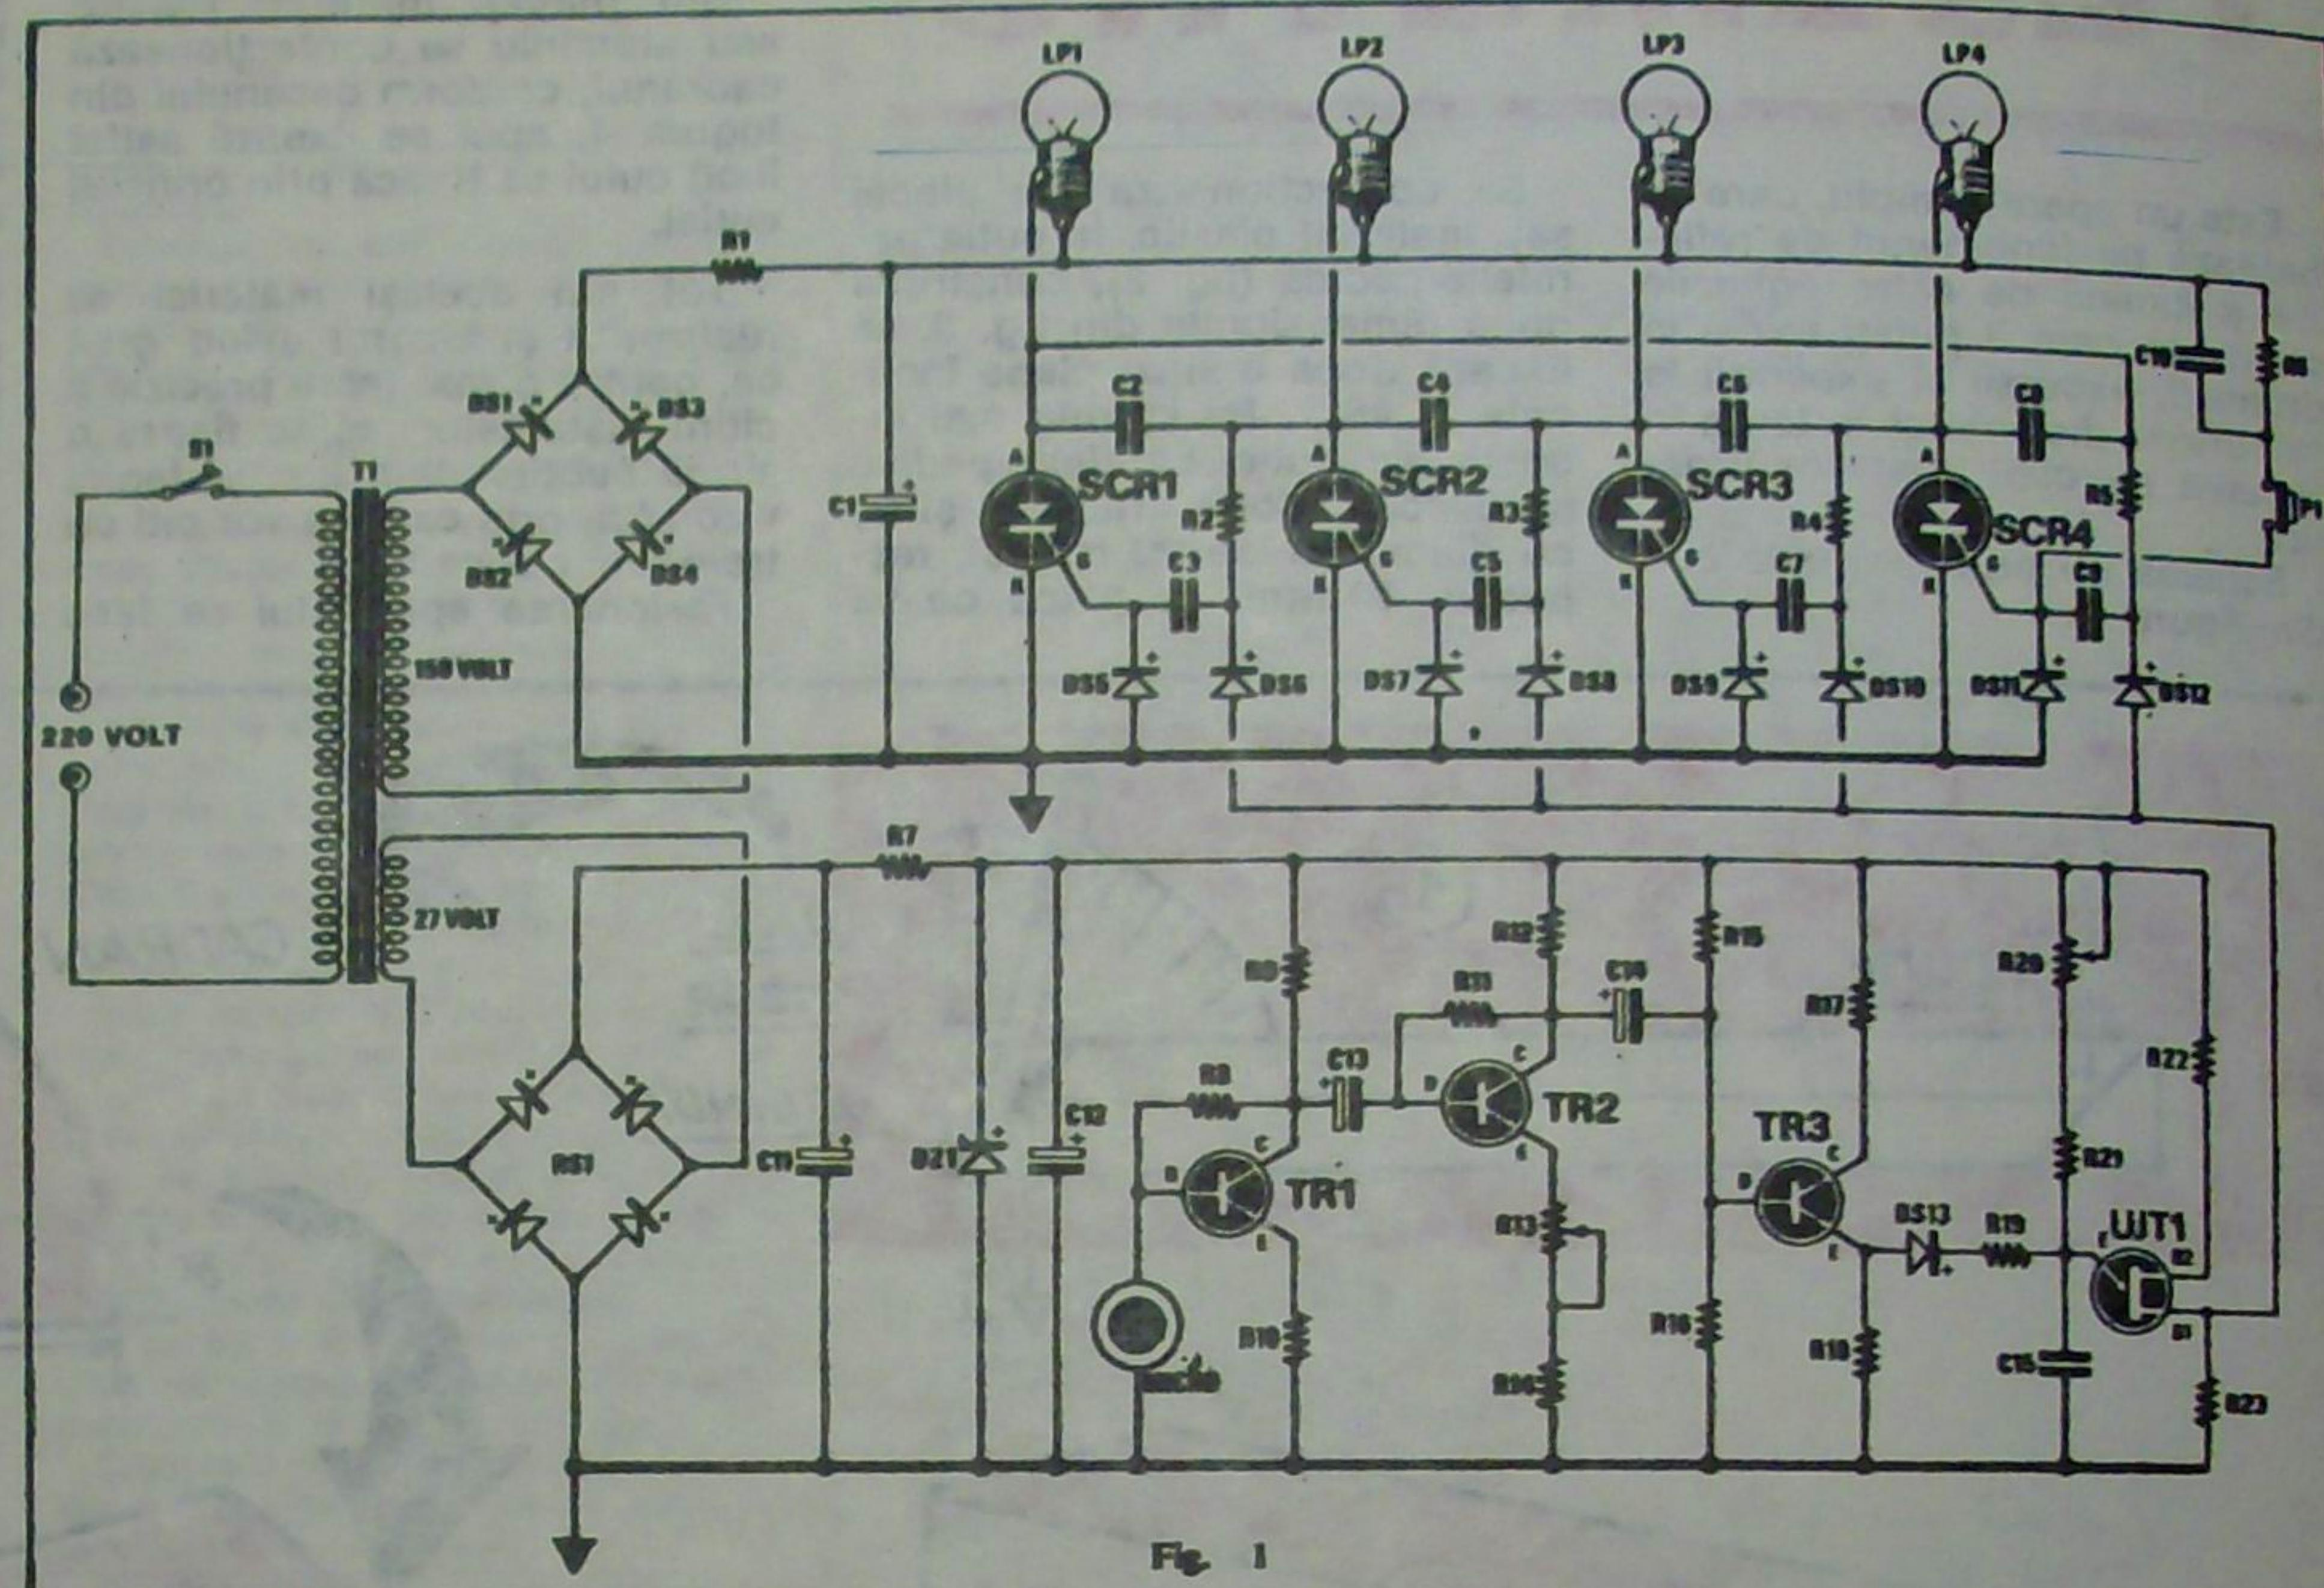
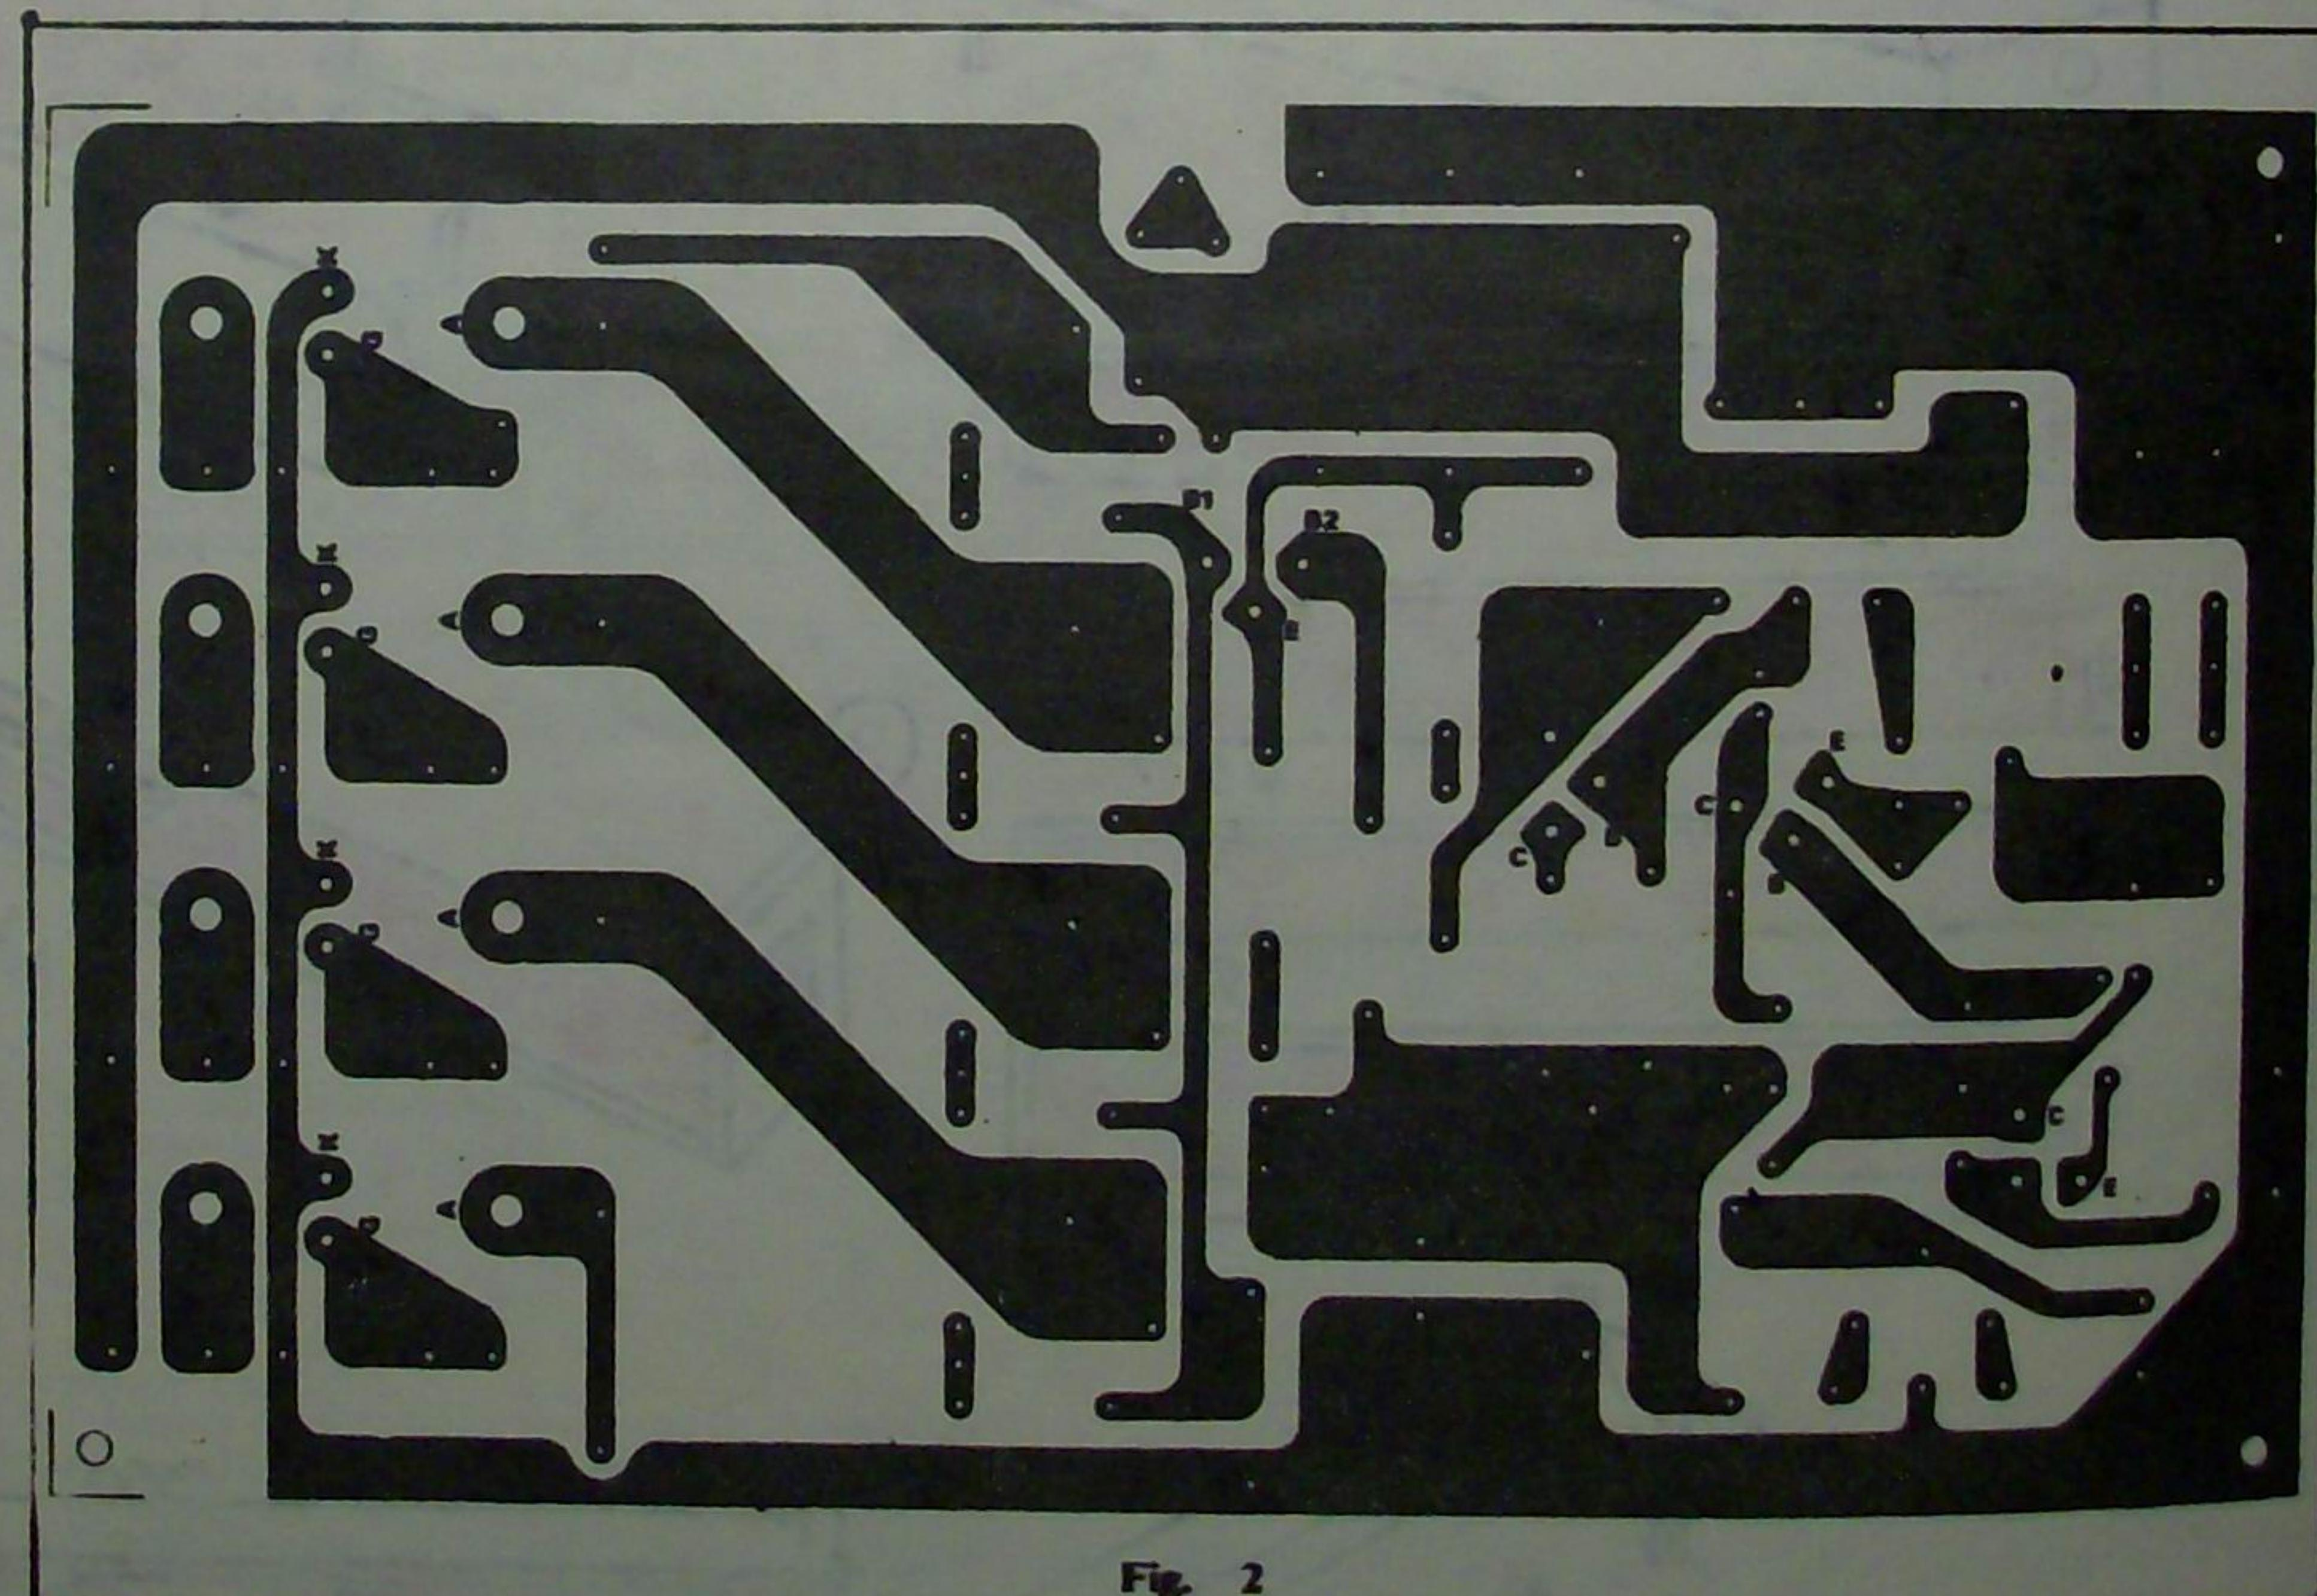
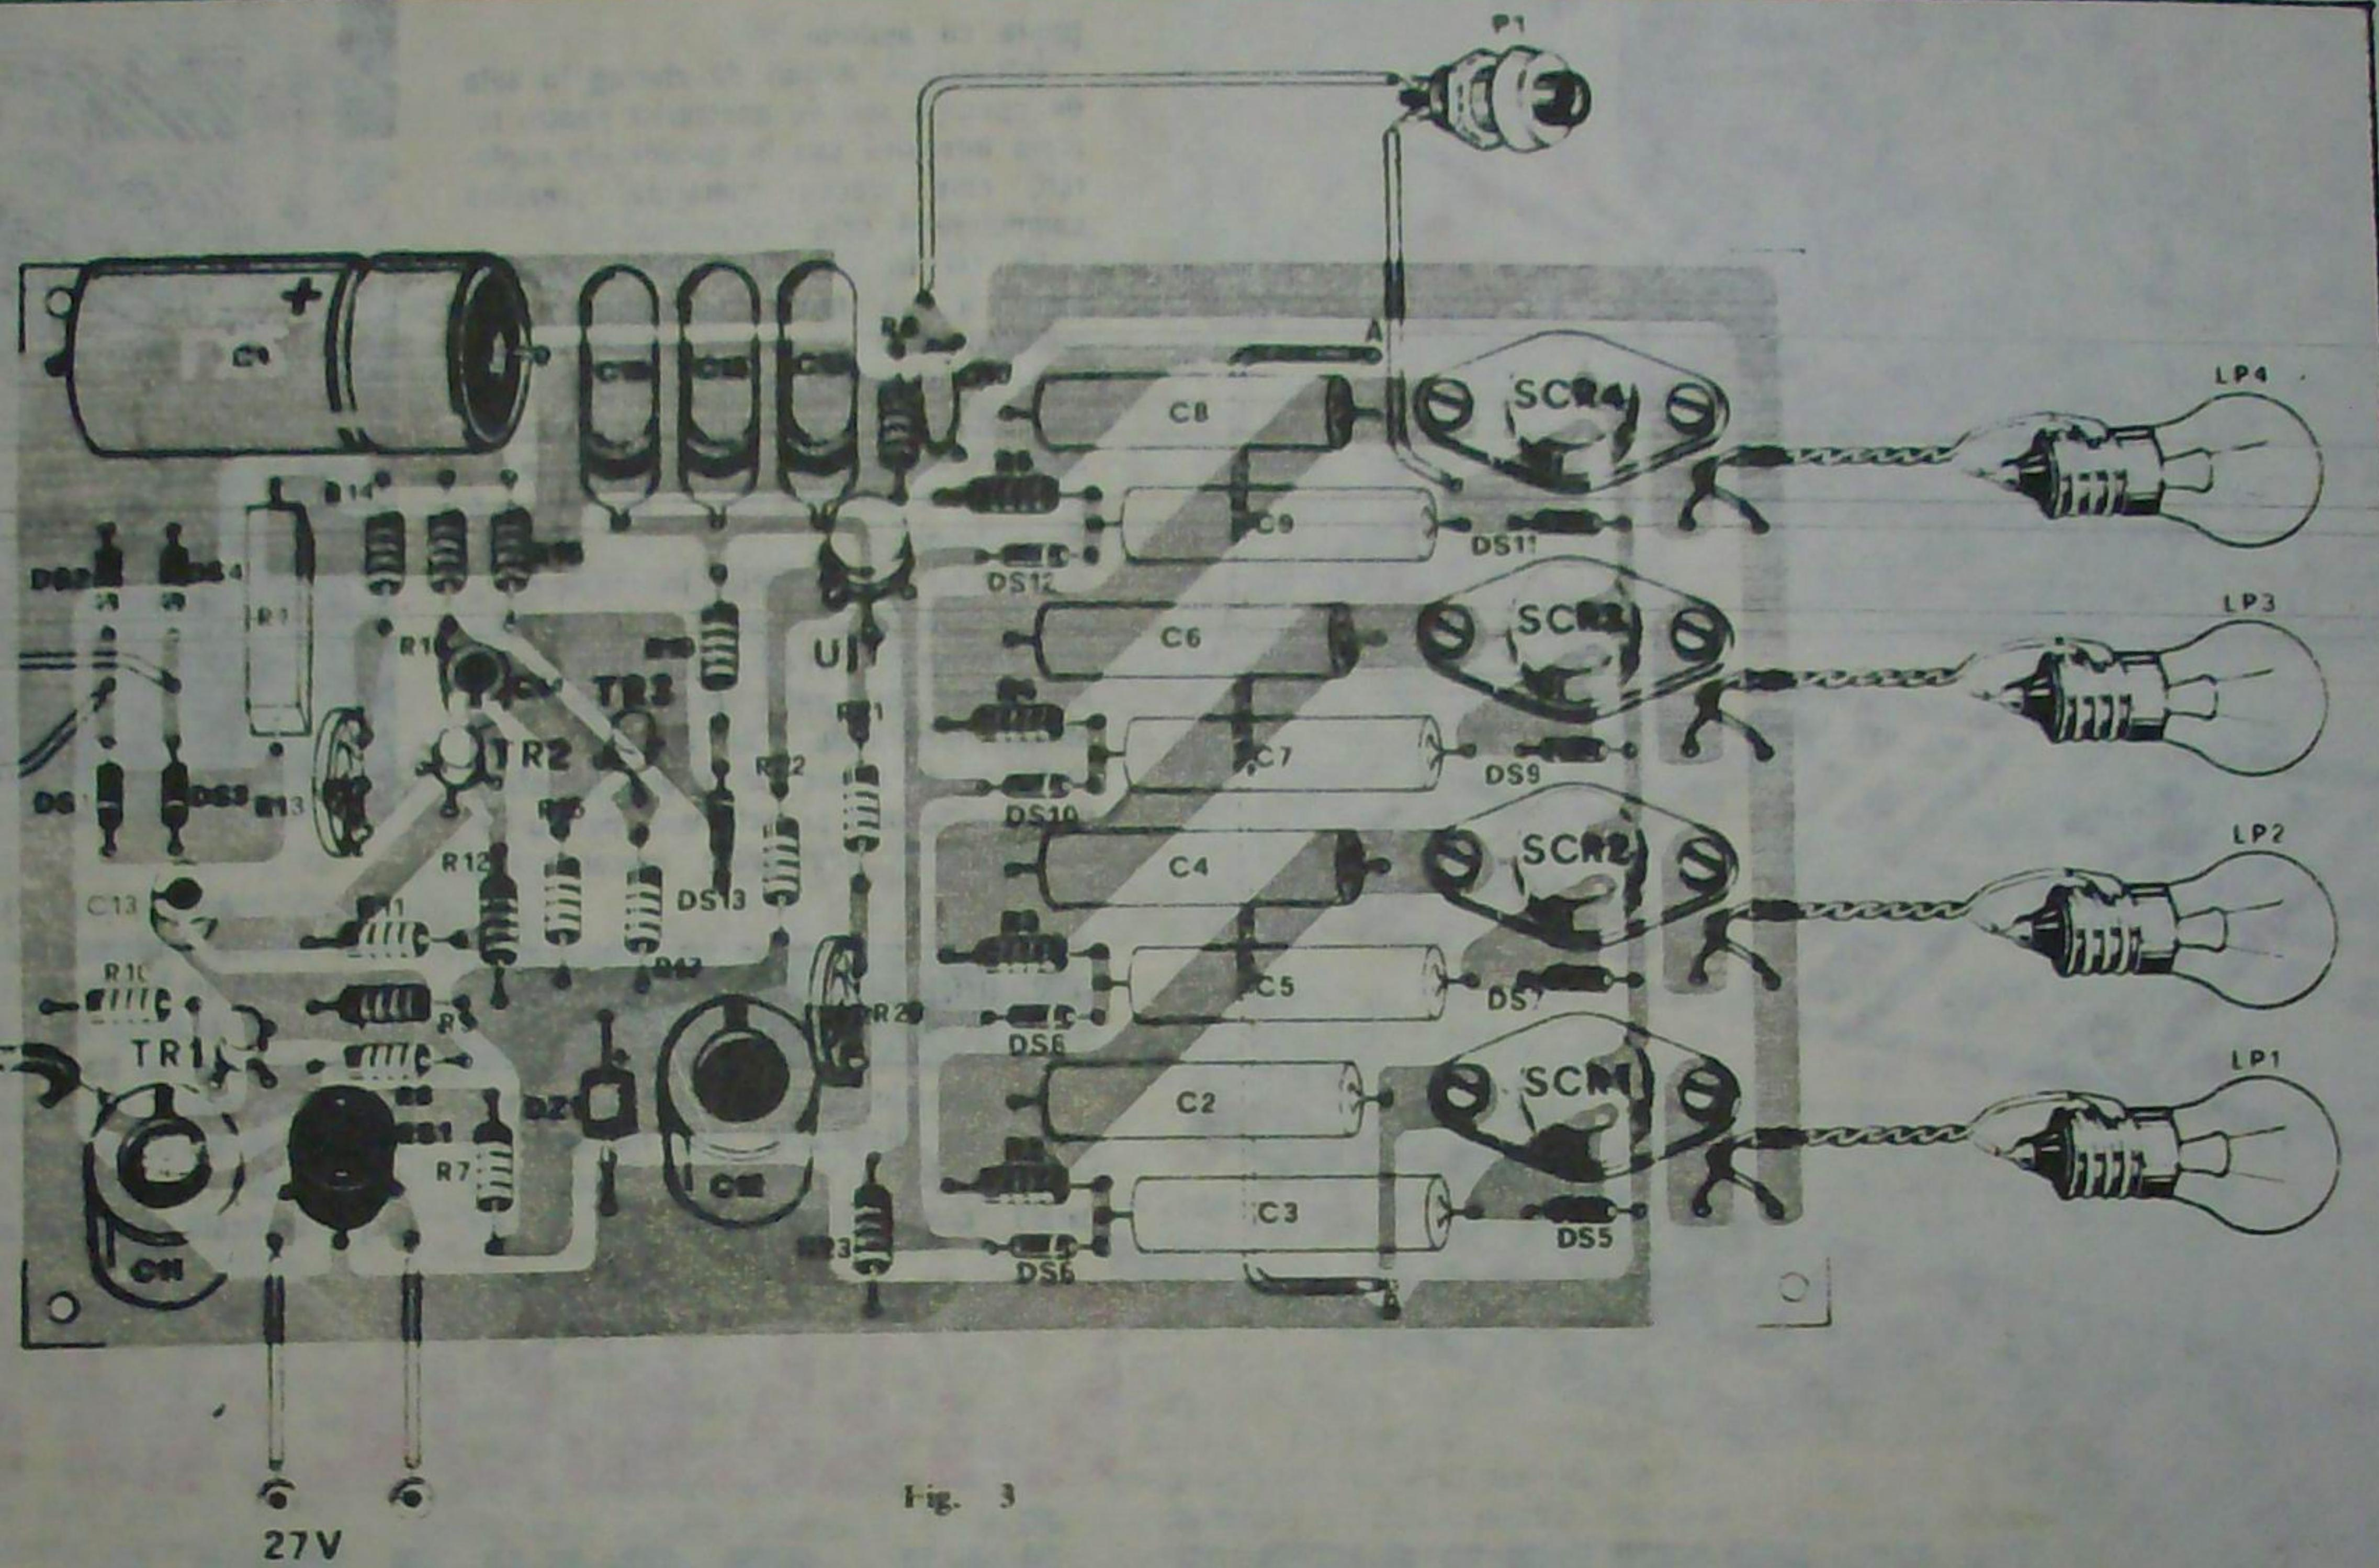

Fig. 1
Fig. 2
Fig. 3
tăiem dintr-o bucată de lemn paralelipipedică (fig. 2) două prisme triunghiulare, pe care le fixăm, prin lipire cu un adeziv (prenadez, lipinol etc.), sau cu ajutorul unor colțare, cele două oglinzi (fig. 3). Cu puțină îndemnare se pot prinde oglinzelile cu ajutorul unor benzi de carton (fig. 4).
MOD DE CONSTRUIRE: Se tale din sticlă trei bucați de forma unor triunghiuri echilaterale (fig. 2) și alte trei de forma unor dreptunghiuri (fig. 1) cu lungimea de 10-15 cm și lățimea de 3-5 cm. Pentru a obține imagini mai clare este bine ca cele trei dreptunghiuri să fie din oglindă. Din carton (copertă de bloc de desen) se confectionează un cilindru a cărui lungime să fie mai mare cu 3-4 cm decât lungimea dreptunghiurilor de sticlă (fig. 3). Formăm un triunghi prin introducerea celor trei dreptunghiuri de sticlă în interiorul cilindrului de carton. La ambele capete ale cilindrului vor rămaie 1,5 - 2 cm liberi.
După cum se vede în fig. 1, componente principale sunt de fapt cele două oglinzi plane. În funcție de dimensiunile acestora vom construi corpul propriu-zis al periscopului. Important este ca cele două oglinzi să fie așezate față de raza de lumină incidentă la un unghi de 45° (suprafețele oglinzelor vor fi deci paralele).
Se confectionează din placaj sau material plastic. În cutia paralelipipedică (fig. 2), construită după dimensiunile din fig. 3, se fixează două oglinzi plane inclinate la 45° . Pe laturile mai înguste ale cutiei paralelipipedice se execută două orificii (I și II) cu diametrul de 20 mm și, respectiv, 10 mm. În placa ce va
Alimentarea montajului se face dintr-un transformator ce poate furniza o tensiune de 27 V/1A și o tensiune de 150 V/0,5 A. În fig. 2 este prezentat modul de amplasare a pieselor, iar în fig. 3 cablajul imprimat văzut de la partea placată.
Un exemplu tipic al beneficiului înregistrat de diagnostic prin introducerea calculatorului îl constituie tomografia axială computerizată (fig. 1). În ce-
cină — ecograful (fig. 2). Acesta folosește sunete imperceptibile pentru urechea umană în banda de 1,6—2,5 MHz. Emise cu o ciclitate de o mie de ori pe minut de către un transductor electromecanic, care are și rol de captator, undele se reflectă la suprafața de separație a două medii cu intensități diferite în direcția verticală a undei emise. Semna-
Adevărate „laboratoare ale sănătății”, aparatele medicale românești utilizează cele mai noi cuceriri ale științei, tehnicii și tehnologiilor. Semnificativ este în acest sens faptul că astăzi întreprinderea „Industria tehnico-medicală” din București produce peste 400 de aparate și utilaje destinate practicării medicinei umane. Între realizările recente se inscriu blocul modern de anestezie (fig. 1) și aparatul multifuncțional pentru ventilarea artificială a plămînilor AVA-1 (fig. 2) folosit pentru administrarea substanțelor de anestezie. La ultima ediție a expoziției internaționale de aparatură și tehnici medicală „Medicina '83”, tehnica medicală românească a fost apreciată stimind interesul a numeroase firme de peste hotare — producătoare de aparatură similară.
Nodul plat cunoscut și sub denumirea de nod dublu sau Încrușat se lucrează de regulă cu patru fir (fig. 1). Cele două fir de margine (extreme) sunt cele active, iar cele două din mijloc sunt fir pasive (de umplutură). Pentru a se realizează acest nod se trece firul din stînga sub forma unei bucle peste firele din mijloc, firul din dreapta se trece peste bucla formată cu firul din stînga, dedesubtul celor din mijloc, iar capătul se trece printre firul activ din stînga și primul fir pasiv, din spate în față și se strînge nodul. Se poate lucra cu o multitudine de perechi cu patru fir (sau pachete formate din mai multe fir, dar într-un număr divizibil prin patru). Cunoscând principiul de realizare a nodului plat putem lucra un model de noduri plate deplasate (fig. 2). În acest caz, după executarea primului rînd de noduri, la rîndul doi firele active devin pasive și cele pasive active. Procedura de lucru rămîne aceeași. Numărul de noduri realizate pe întregă lungime a aplicăi îl alegem noi prin realizarea unor noduri strînsă sau lejeră.
Nodul vaporăș. Se lucrează cu două fir active. Firul din stînga se aşază în podul palmei mîinii stîngi, iar cu firul din dreapta se fac noduri simple (se fac 2–3 noduri) după care firul din dreapta se aşază în podul palmei mîinii drepte, iar cu firul din stînga se execută noduri. Se observă că se lucrează spre stînga și spre dreapta, prin aceasta imprimindu-se firelor de înnodat formă unor vaporășe; mărimea lor depinde de numărul de noduri simple (fig. 3).
1. Un geamantan vechi, întărit cu cîteva stînghii, compartimentat, cu ajutorul unor fișe de carton, poate fi utilizat în acest scop. Mărimea să nu depășească cu mult cea a unei genți diplomatiche. Dimensiunile geamantanului, prezentat în fig. 1, pe care vi-l puteți confectiona cu ușurință în cazul în care nu aveți la îndemnă-
După terminarea vacanței, a excursiilor și drumețiilor, trusa poate fi utilizată pentru depozitarea sculelor. După cum se vede în fig. 3, în trusa de scule se pot păstra instrumentele de lucru, vopsele, adezive etc.